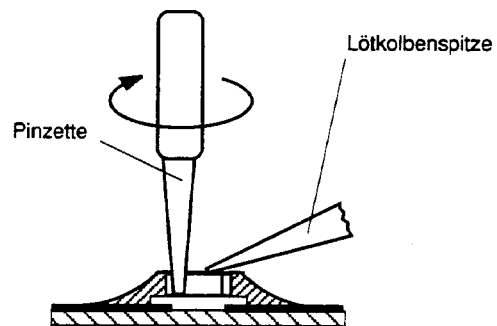

Fig. 2
2. Schritt: CHIP-Enden, bzw. das komplette CHIP-Bauteil erwärmen. CHIP von der Klebung ohne Kraftaufwand abdrehen, damit unter dem CHIP liegende Leiterbahnen nicht abgerissen werden (Fig. 2).